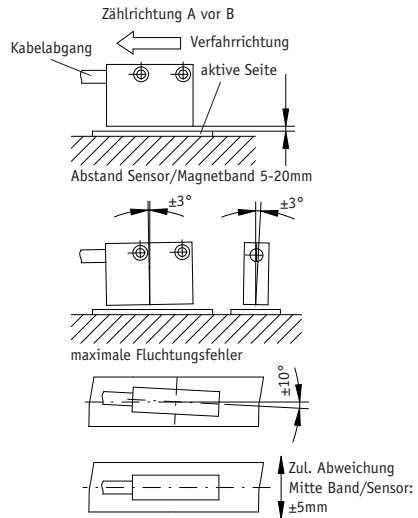

Abb. 8: Definition der Zählrichtung / Montage
- **Auf richtige Ausrichtung bezüglich der Zählrichtung achten (Abb. 8).** Dies ist unerheblich falls sich die Zählrichtung in der elektronischen Auswertung umkehren lässt (wie z.B. bei den Magnetbandanzeigen von SIKO).
- Abstandsmaße zwischen Sensor und Magnetband sowie Winkeltoleranzen beachten, diese müssen über die gesamte Messstrecke eingehalten werden (Abb. 8)!